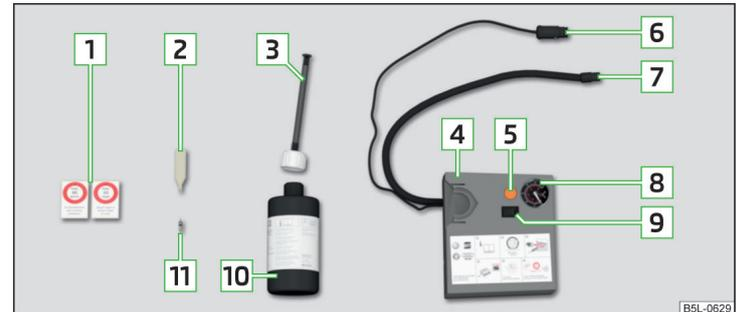

Abb. 171 Prinzipdarstellung: Bestandteile des Pannensets
#### Bestandteile des Sets » Abb. 171
- ▶ Den entsprechenden Aufkleber  » Abb. 171 auf Seite 173 auf die Schalttafel im Sichtfeld des Fahrers kleben.
- ▶ Die Reifenfüllflasche  » Abb. 171 auf Seite 173 einige Male kräftig hin und her schütteln.
- ▶ Den Reifenfüllschlauch  » Abb. 171 auf Seite 173 des Luftkompressors fest auf das Reifenventil schrauben.